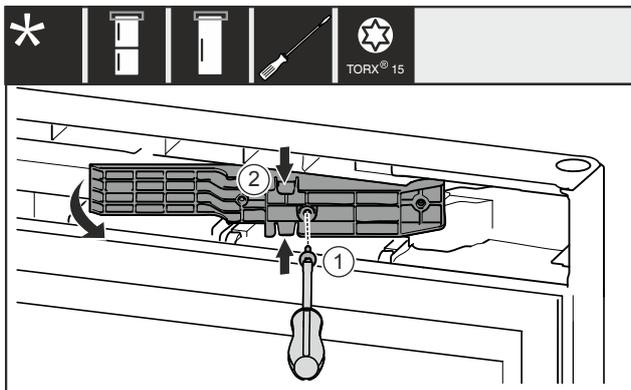

Fig. 14 \*
- ▶ 移除螺栓 Fig. 14 (1)。\*
- ▶ 将上方和下方适配件 Fig. 14 (2) 轻轻挤压在一起，然后向前拉出。\*